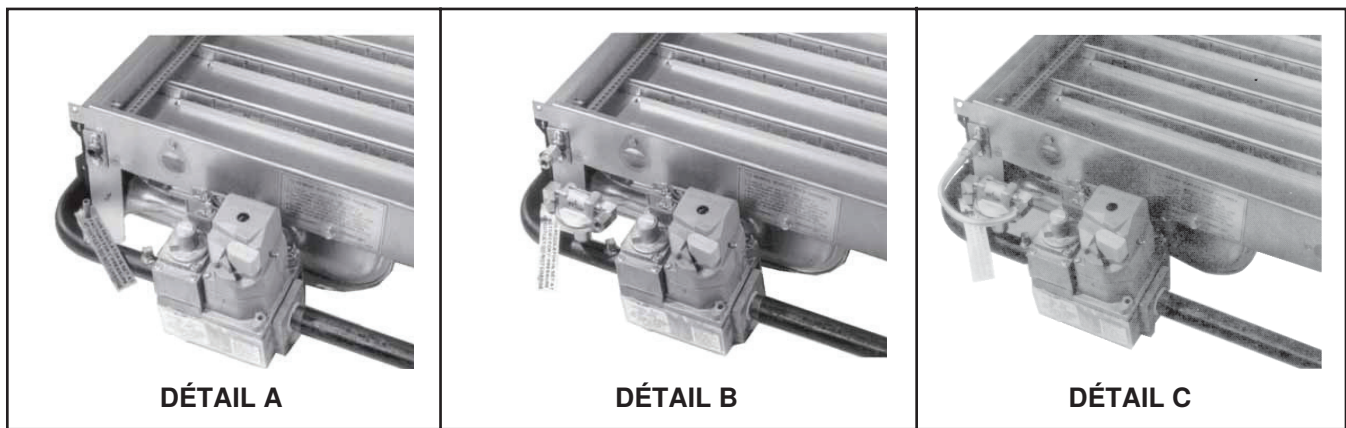

Figure 63. Connexions au gaz propane
- (1) Installez et serrez le tube de 1/4 de pouce dans le raccord droit en laiton et placez l'étiquette d'avertissement sur le tube tel qu'illustré à la Figure 63, DÉTAIL A.
- (2) Installez le régulateur—avec les coudes en laiton déjà installés—et positionnez-le comme indiqué sur la Figure 63, DÉTAIL B. Faites glisser l'écrou et la virole du coude en laiton sur le tube de 1/4 de pouce et serrez.
- (3) Installez et serrez le tube de propagation entre l'orifice de transfert et le régulateur tel qu'illustré à la Figure 63, DÉTAIL C.